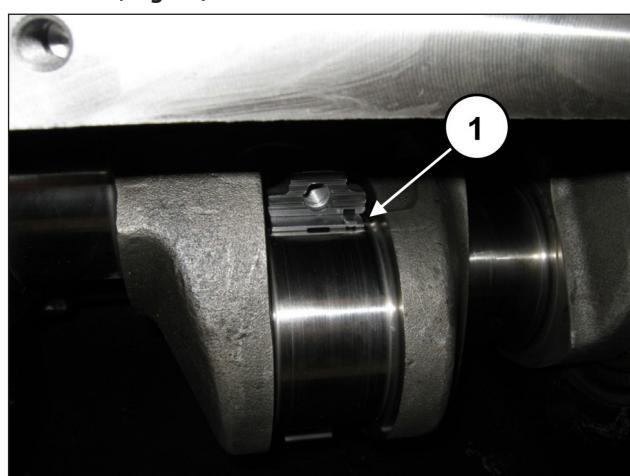

Fig. 67
Insira os semi-rolamentos superiores entre as bielas e o eixo (pos. ①, Fig. 67).